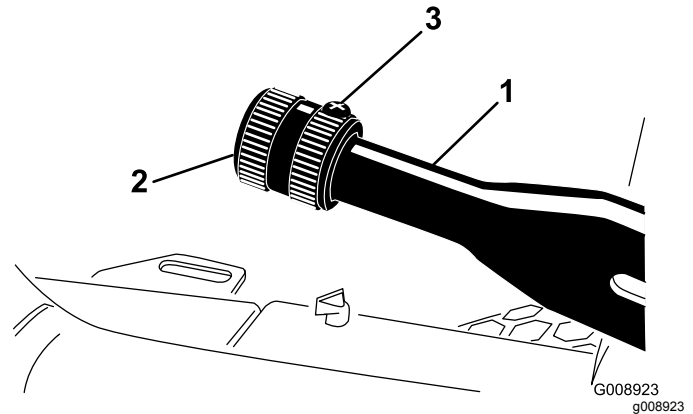

Figura 69
1. Allentate la vite a pressione che fissa la manopola alla leva del freno di stazionamento (Figura 69).